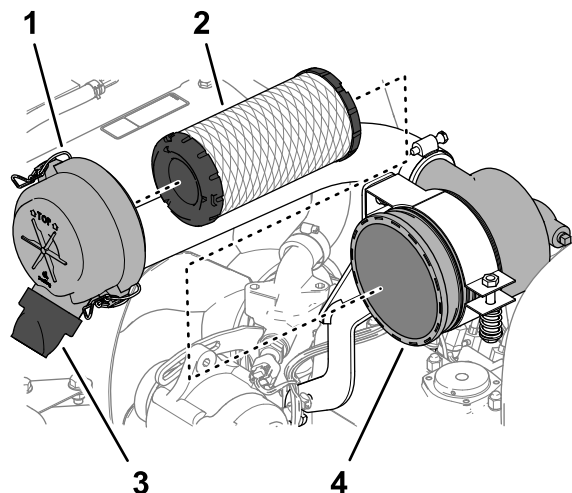

Figure 67
3. Desserrez les fixations qui maintiennent le couvercle sur le boîtier du filtre à air (Figure 67).
6. Retirez l'élément filtrant (Figure 67).
7. Déposez la valve de sortie en caoutchouc (Figure 67) de l'orifice d'éjection de saletés du couvercle du filtre à air.